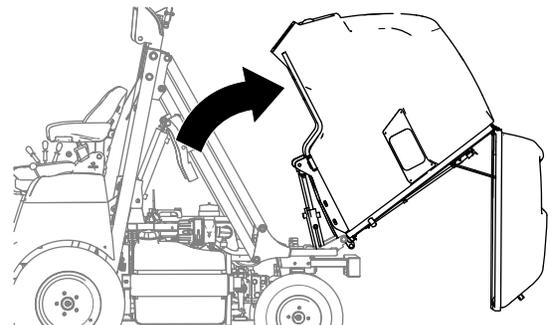

Figura 56
2. Gire la tolva hacia arriba y hacia atrás (Figura 56) de forma manual.